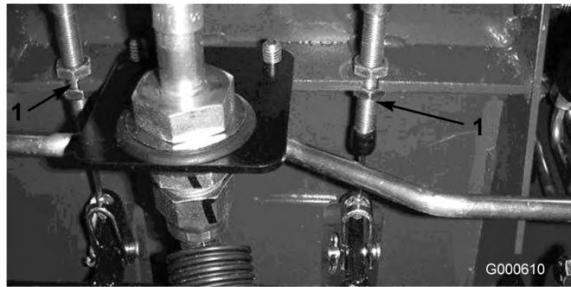

Figure 54
- A. Desserrez l'écrou avant sur l'extrémité filetée du câble de frein (Figure 54).